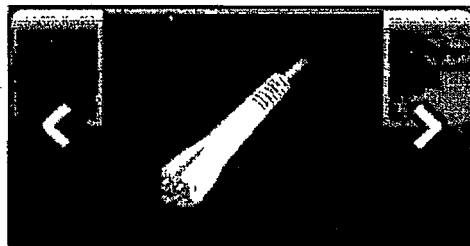

Figura 5-5. Selector de aplicador
2. Use las flechas izquierda/derecha del selector de aplicador, como se muestra en la Figura 5-5, para seleccionar el aplicador que desea utilizar.